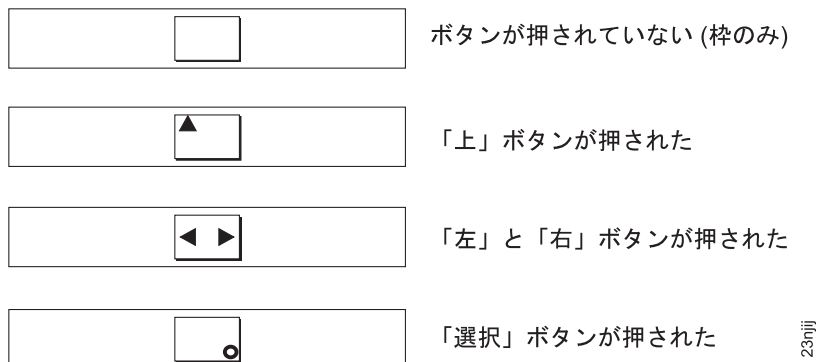

図 36. ボタンを押した場合のフロント・パネル・ディスプレイ
3. 上移動、下移動、左移動、右移動の各ボタンを押して、それらが作動していることを確認します。図 36 では、ボタンを押したときにフロント・パネルに表示される 4 つの例を示しています。ボタンのテストが完了した後、「選択」ボタンを 5 秒間押し続けて、テストを終了します。